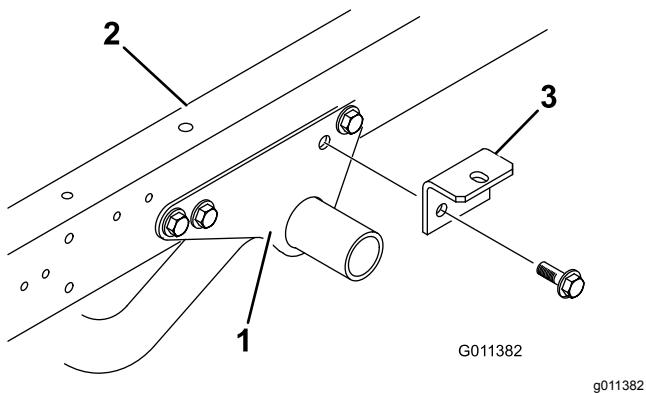

Figura 5
1. Togliete le 2 viti a testa cilindrica flangiata e i dadi di bloccaggio flangiati che fissano il retro di ogni staffa di montaggio del telaio del motore a ogni lato del telaio del motore (Figura 5).
2. Fissate senza serrare una staffa di attacco a ogni staffa di montaggio del telaio del motore e del telaio del veicolo con le 2 viti a testa cilindrica flangiata e i dadi di bloccaggio flangiati rimossi precedentemente (Figura 5).